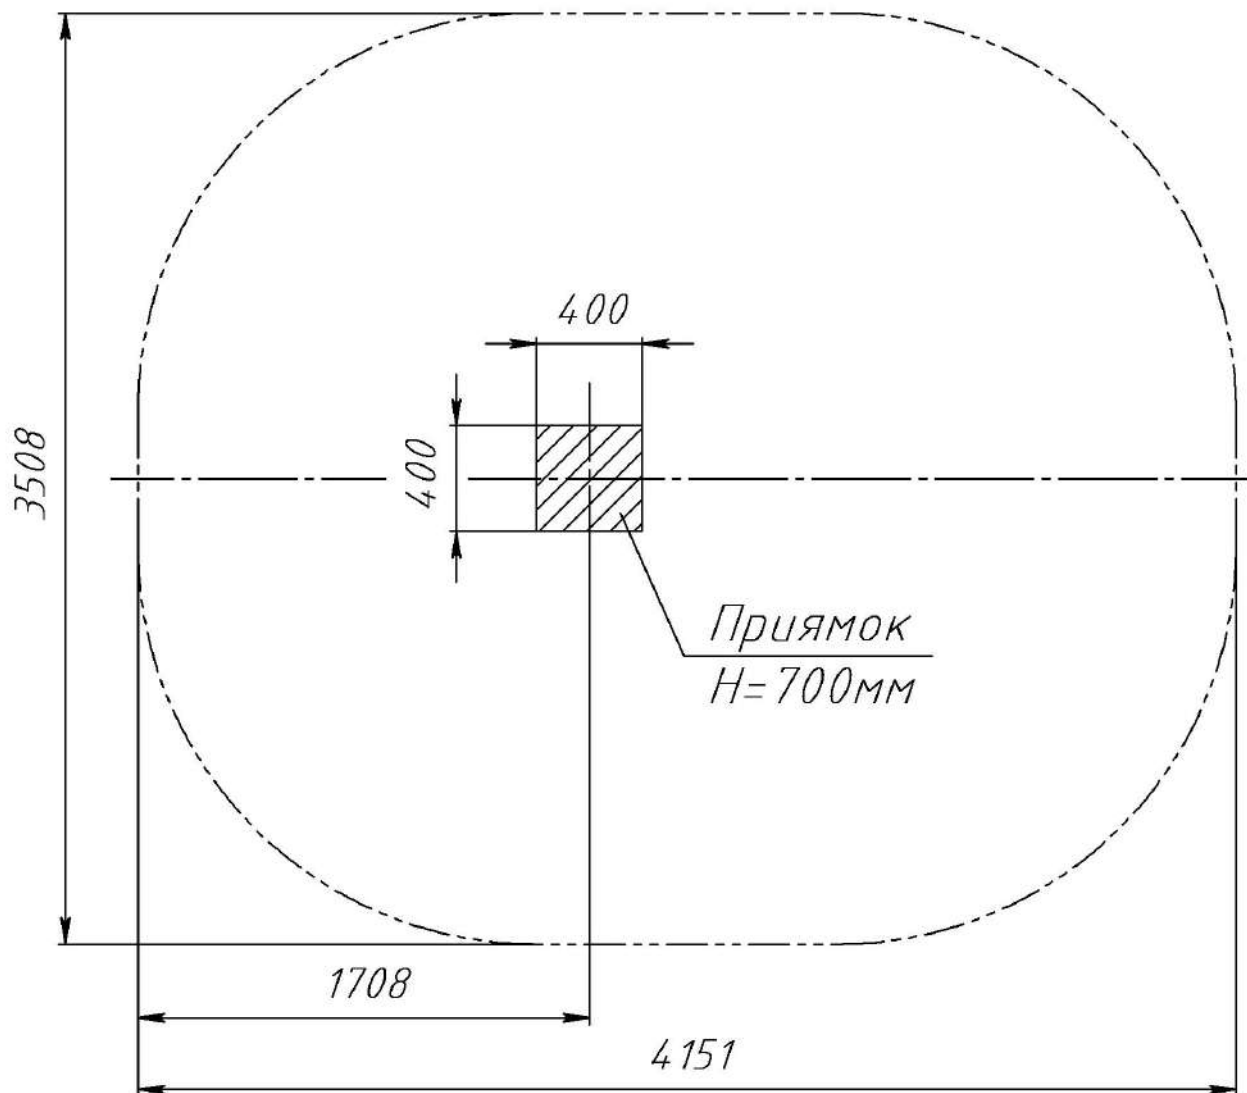

Рис.3 План фундамента Велотренажера РТР 502Т-1
3.6. Монтаж тренажера заключается в бетонировании фундаментного блока и закреплении на нем стойки тренажера. Фундаментный приямок выполнить в соответствии с планом фундамента (рис. 3).